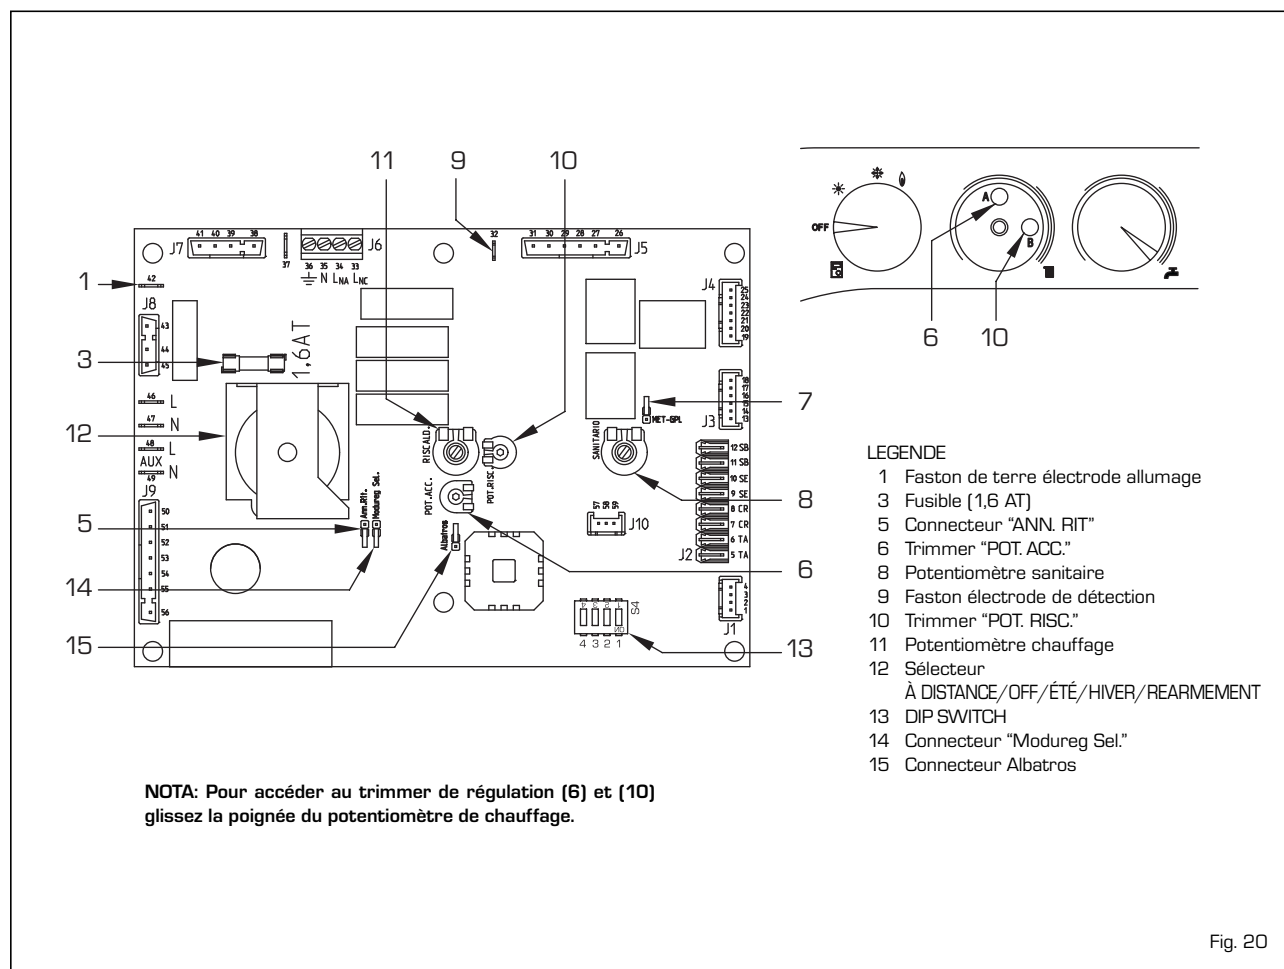

Fig. 20
- **Trimmer "POT. RISC."** (10 fig. 20)
- **Trimmer "POT. ACC."** (6 fig. 20)
- **Connecteur "MET-GPL"** (7 fig. 20)
- **Connecteur "ANN.RIT"** (5 fig. 20)
- **DIP SWITCH** (13 fig. 20)
- **Connecteur Modureg Sel.** (14 fig. 20)
- **Connecteur "Albatros"** (15 fig. 20)